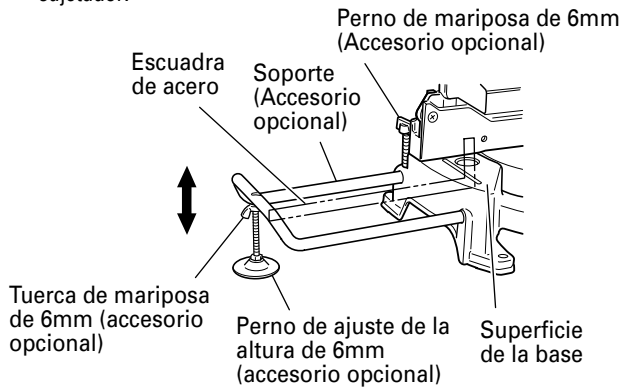

Fig. 9
- (1) Como se indica en la Fig. 9, utilice una escuadra de acero para alinear el borde superior de los soportes con la superficie de la base. Afloje el perno de mariposa de 6mm. Gire el perno de ajuste de altura de 6mm, y ajuste la altura del soporte.
- (2) Después del ajuste, apriete firmemente la tuerca de mariposa y asegure el sujetador con el perno de mariposa de 6mm (accesorio opcional). Si el largo del perno de ajuste de altura de 6mm es insuficiente, coloque debajo una placa delgada. Asegúrese de que el extremo del perno de ajuste de altura de 6mm no sobresalga del sujetador.